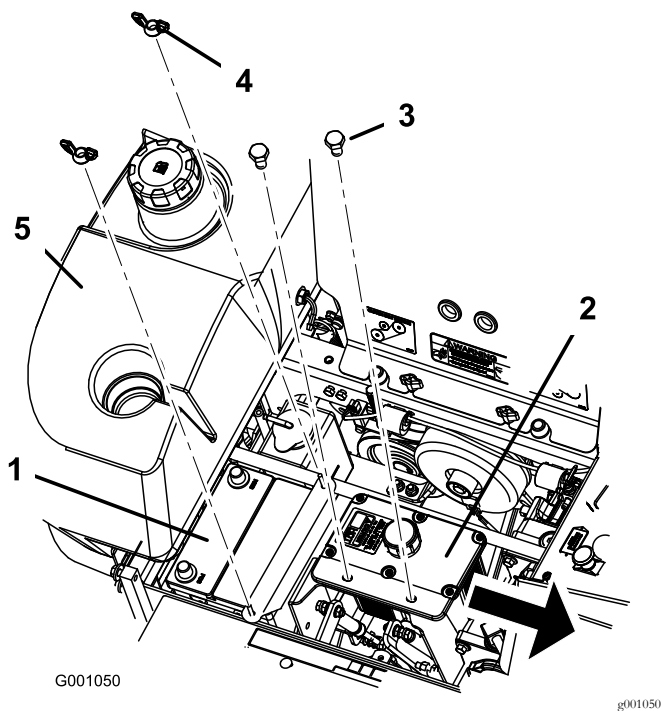

Figure 51
6. Retirez les deux écrous à oreilles (1/4 po) qui fixent la barrette de maintien de la batterie (Figure 51).
7. Retirez les deux boulons de fixation du réservoir hydraulique (Figure 51).
- Fixez la batterie en position avec des boulons en J, une barrette de maintien et 2 rondelles ($\frac{1}{4}$ po), ainsi que 2 écrous à oreilles ($\frac{1}{4}$ po) (Figure 51).